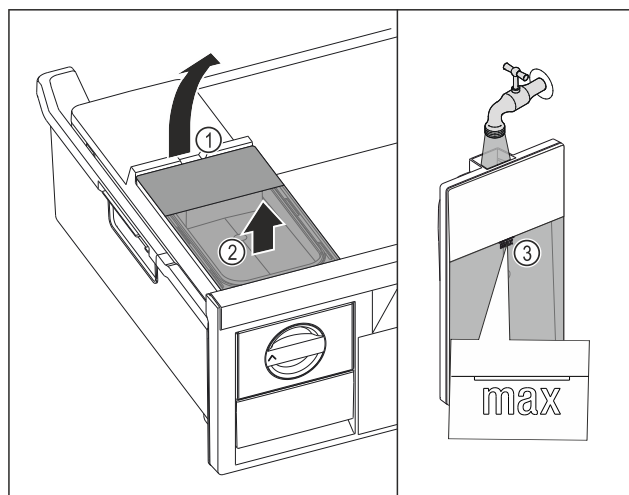

Fig. 35
- Wassertank an der Aussparung Fig. 35 (1) anheben.
- Wassertank nach oben entnehmen. Fig. 35 (2)
- Wassertank bis zur Markierung Fig. 35 (3) mit Trinkwasser befüllen.